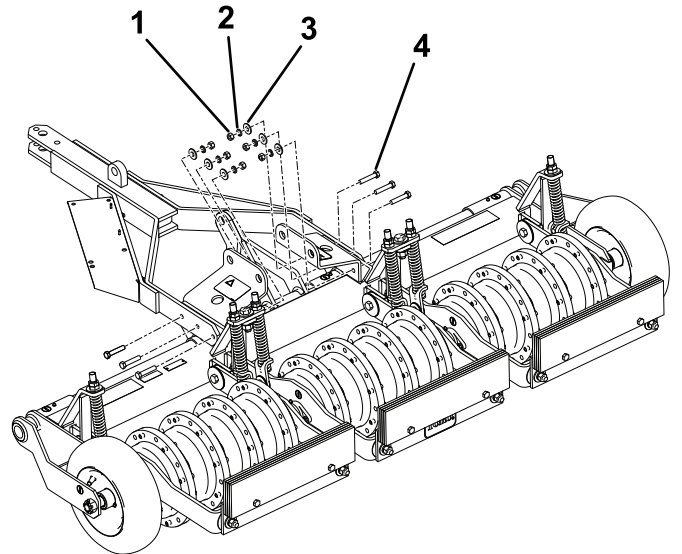

Figure 6
4. Fixez le timon et les supports à l'aide des fixations, comme montré à la Figure 6, et serrez les écrous à un couple de 54 à 74 N·m.